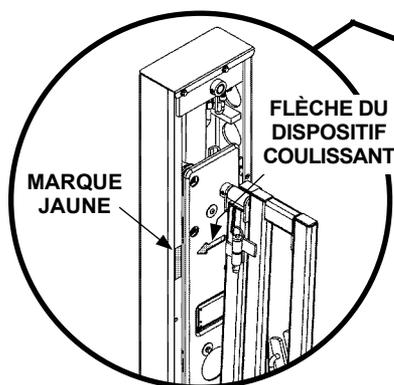
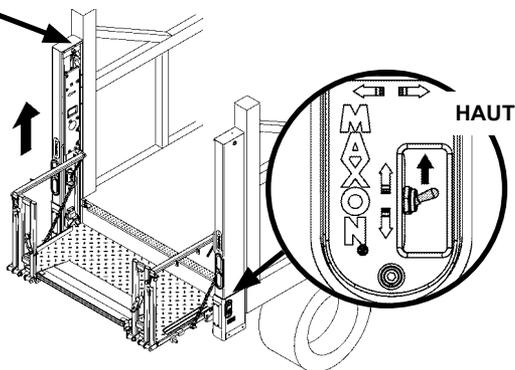

FIG. 28-1A
FIG. 28-1
1. Utilisez le commutateur de colonne pour lever (HAUT) la plate-forme (FIG. 28-1) jusqu'à ce que la flèche du dispositif coulissant et l'autocollant de la colonne gauche soient au même niveau (FIG. 28-1A).